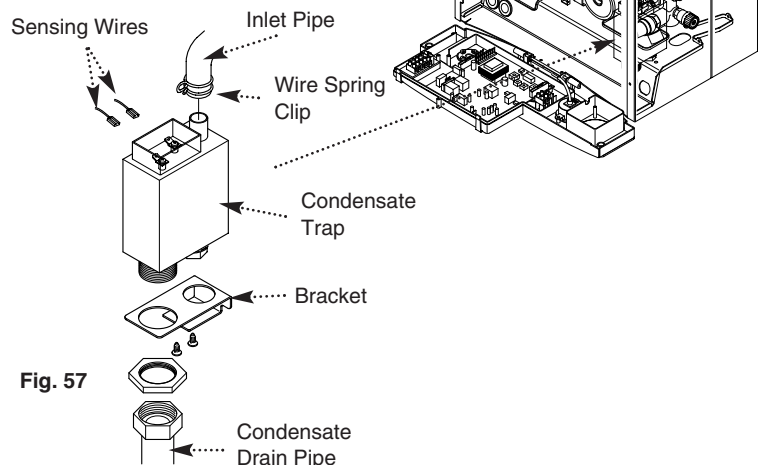

Fig. 57
12.17 Condensate Trap (Fig. 57)